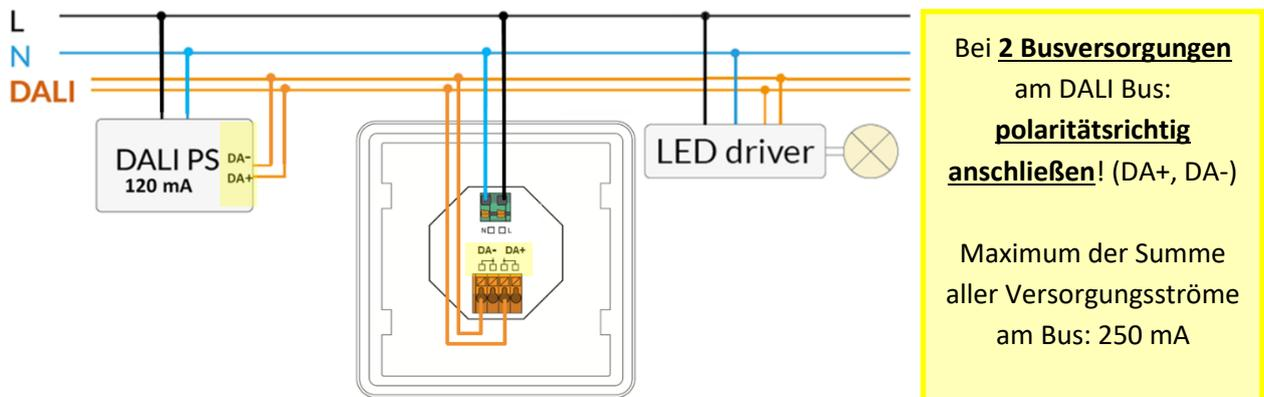

Abb.7. DALI-2 Touchpanel PS Beispielinstallation mit zweiter DALI PS am DALI Bus
- **DALI-2 Touchpanel PS:** enthält eine DALI Bus-Spannungsversorgung (70mA). Bei zwei oder mehr Busversorgungen am DALI Bus, müssen diese polaritätsrichtig angeschlossen werden (mit DA +, DA- gekennzeichnete Anschlüsse), siehe auch Abbildung 7 auf Seite 6.